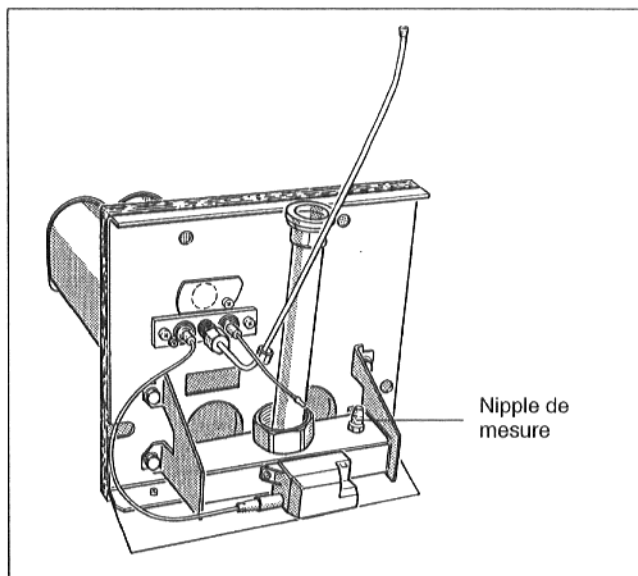

Fig. 49
- Dévisser la vis de fermeture de la nippule de mesure de la conduite de distribution de deux tours (Fig. 49) et entrer le tuyau du manomètre du tube en U.
- Mettre l'interrupteur de mise en marche en position I (ON).
- Retirer le tuyau de mesure et revisser la vis de fermeture de la nipple de mesure (Fig. 49).